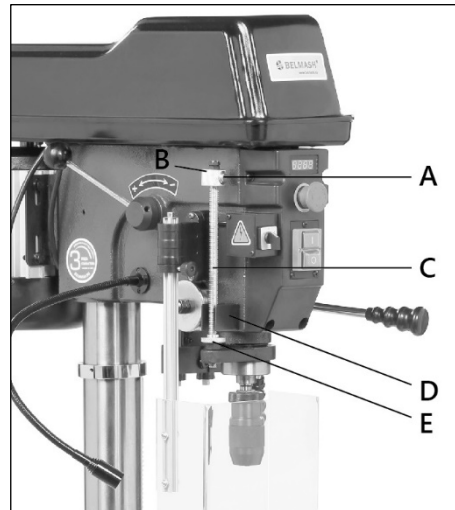

Рисунок 12.
При выключателе в положении Вкл, опустите ограничитель глубины сверления (B) (рис. 12) на нужное положение на шкале (C), нажав кнопку (A). При сверлении ограничитель (B) будет упираться в кронштейн (D). Вращая гайку (E), можно ограничить ход шпинделя.